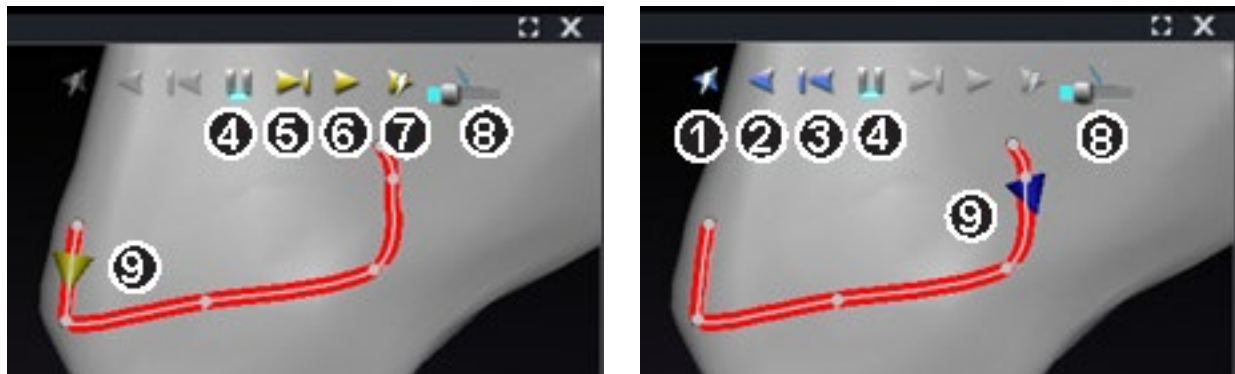

Figure 128. *Auto-NaviLine* au début (à gauche) et à la fin (à droite) de la ligne de conception *NaviLine*
Lorsqu'une ligne de conception *NaviLine* remplie est sélectionnée, des commandes sensibles au contexte s'affichent en haut de la fenêtre, comme sur la **Figure 128**. Par ailleurs, les boutons ① et ⑦ s'affichent comme montré sur les figures suivantes uniquement si le système est configuré de façon à ce que la fonction *Auto-NaviLine* soit activée.
Comme le cône cible, à gauche sur la Figure 128, est actuellement au début de la ligne, les boutons « vers l'arrière » sont désactivés. Le bouton pause est souligné en bleu car aucun ciblage n'est actif. La figure de droite représente la situation inverse ; l'indicateur de cible se trouve à la fin de la ligne et les boutons « vers l'avant » sont désactivés.
Légende des outils *Auto-NaviLine* (Figure 128)